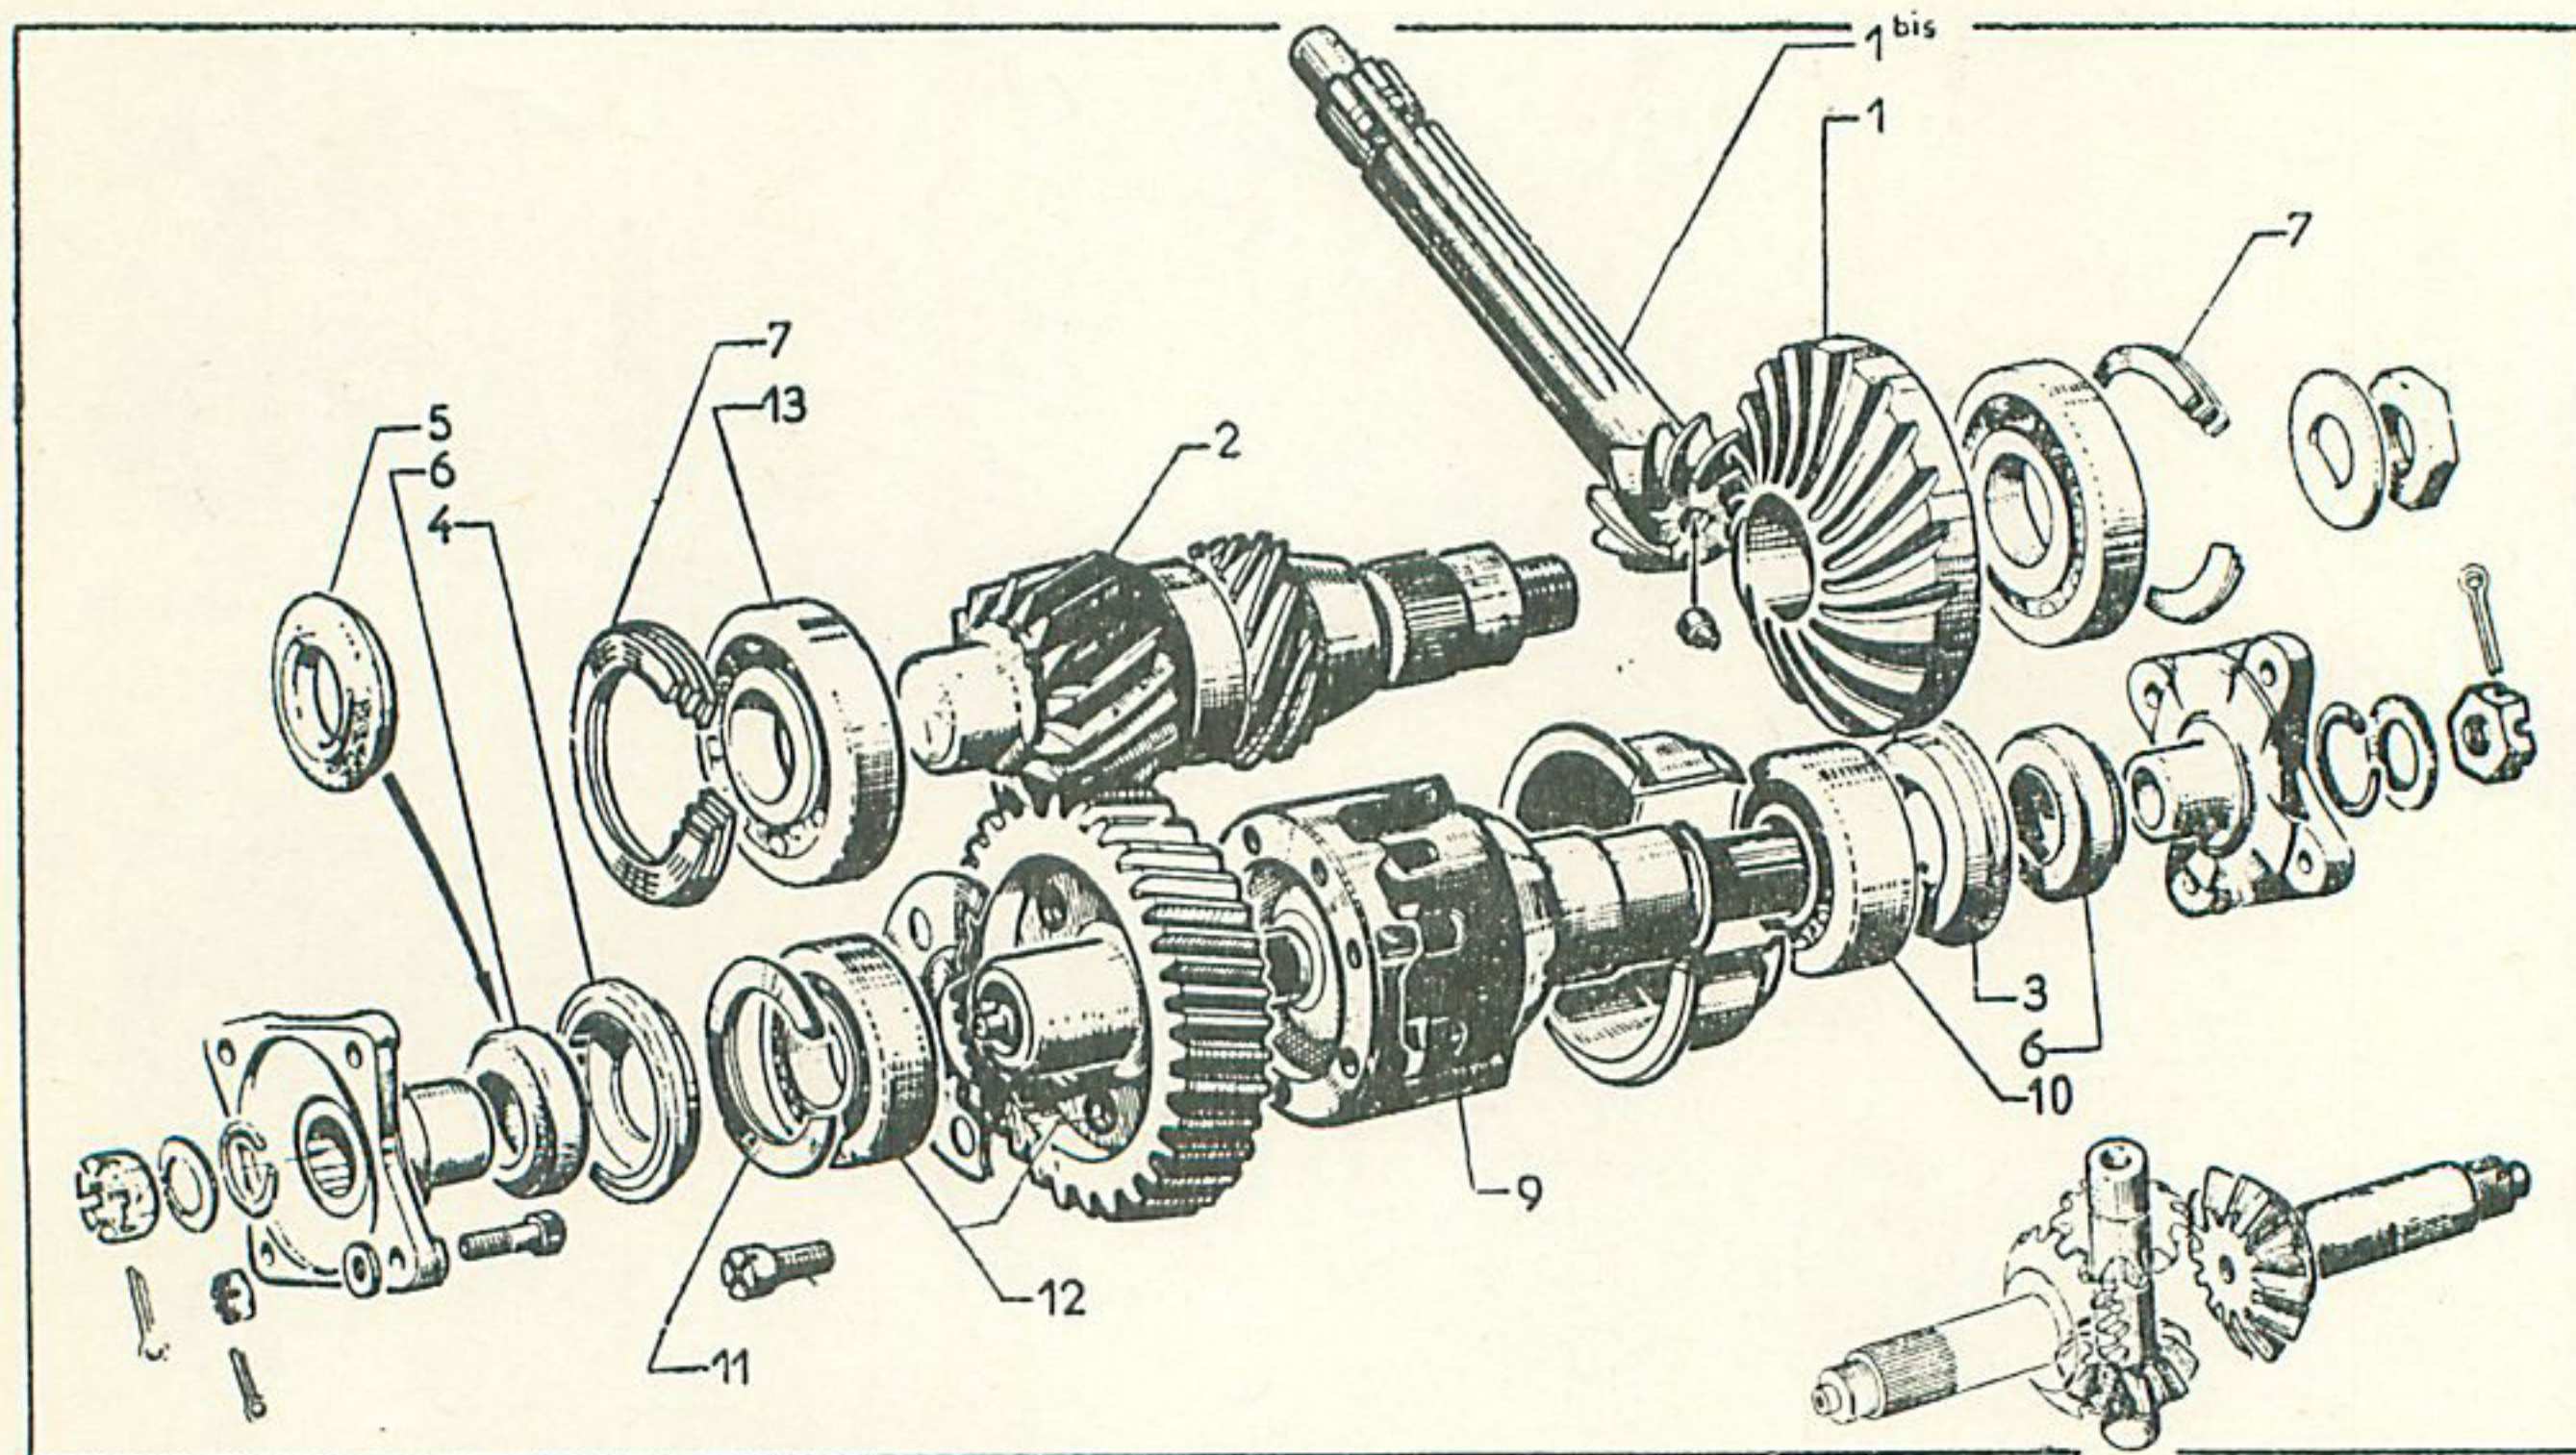

Fig. 34. — VUE ÉCLATÉE DU MÉCANISME DE PONT
On ne s'occupera pas du pignon d'angle (1) (fig. 34), qui a été retiré après calage ; seules, les rondelles de réglage et la bague extérieure du roulement (27) (fig. 32) étant restées en place.
- Mettre les cales de réglage (7) (fig. 34) au fond du chapeau de roulement, en les introduisant par l'intérieur.